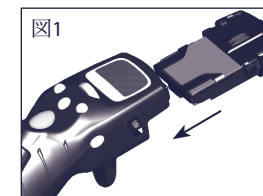

図 1
- 1) バッテリーブロックをピペット本体に挿入する (図 1 を参照)。